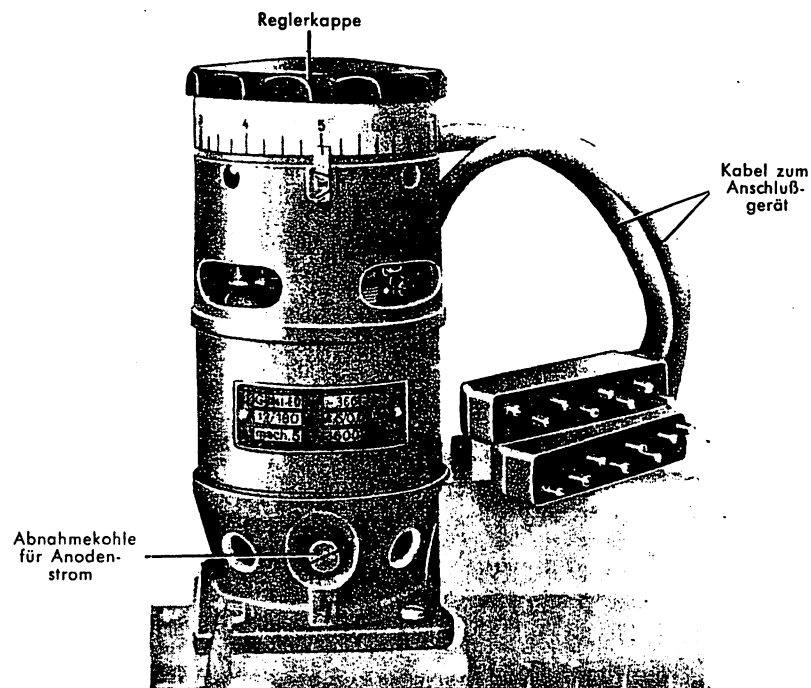

Abb. 7
34. Der Motorgenerator (Abb. 7) wird aus der **12 Volt-Batterie** oder einem **Reggleichrichter** mit 12 Volt Ausgangsspannung gespeist. Seine Stromaufnahme beträgt etwa 4,5 Ampere. Durch den Betriebsschalter am Anschlußgerät wird er in Betrieb gesetzt.